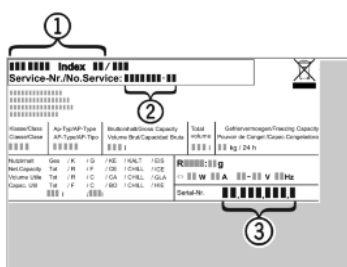

Fig. 18
- ▶ Apparaataanduiding *Fig. 18 (1)*, servicenr. *Fig. 18 (2)* en serienr. *Fig. 18 (3)* van het typeplaatje aflezen. Het typeplaatje bevindt zich aan de linkerkant binnen in het apparaat.
- ▶ Contact opnemen met de Technische Dienst en het probleem, apparaataanduiding *Fig. 18 (1)*, servicenr. *Fig. 18 (2)* en serienr. *Fig. 18 (3)* mededelen.